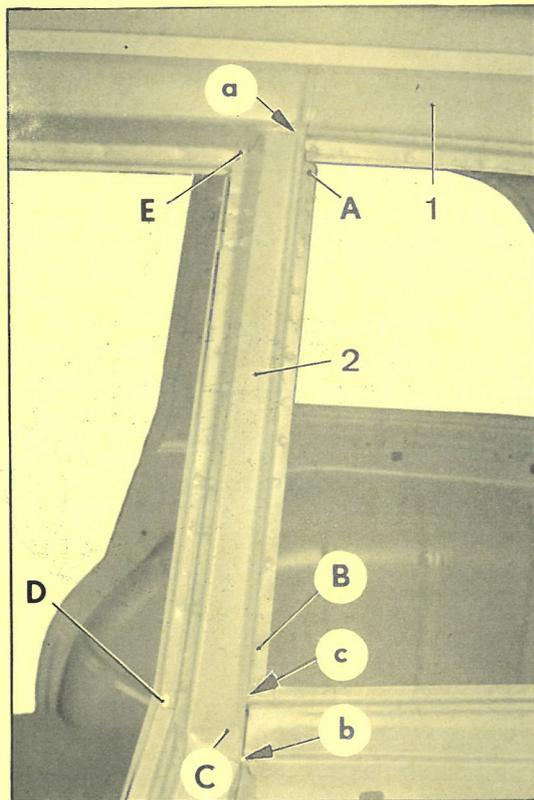

Fig. 1
en AB (fig. 1)
en CD (fig. 1)
en EF (fig. 1)
1. Déposer la tôle supérieure de custode (1) (fig. 1)
(fig. 1)
Perçer (une tôle seulement) (fig. 1) :
Eliminer la brasure (fig. 1) :
Perçer (deux tôles seulement) (fig. 1) :